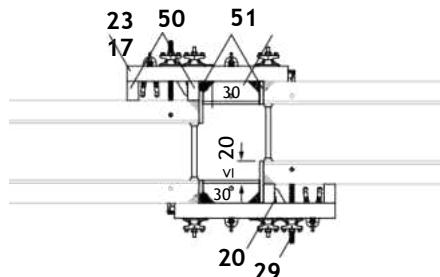

Fig. A10.01
- Изравняващ ригел TAR 85 (23)
- Анкерираща кука DW 15/400 (29)
- Компенсация доставена от изпълнителя (50)
- Вложка (51)
- Елемент TR 30 (17)
- Допълнителна BFD (20) от 12 см (Fig. A10.01)